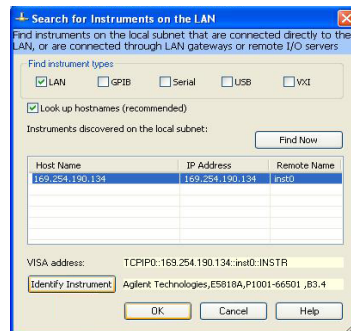

図 8 サブネット上のE5818の検出
- 4 サブネット上のE5818が図8に示すように検出されたら、目的のものを選択し、**Identify Instrument**（必要な場合）をクリックし、**OK**をクリックします。